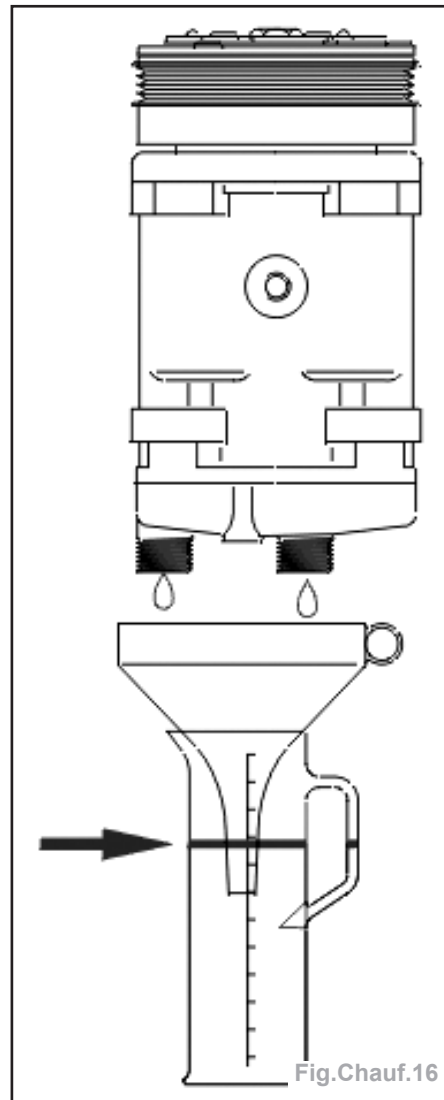

Fig.Chauf.16
- Poser des bouchons vissés (3) sur l'entrée et la sortie (2) du compresseur.
- Positionner le compresseur verticalement (embrayage vers le haut) (Fig.Chauf.16).
- Tourner l'ensemble (4) d'une dizaine de tours (écoulement de l'huile dans la culasse).
- Déposer les bouchons (3).